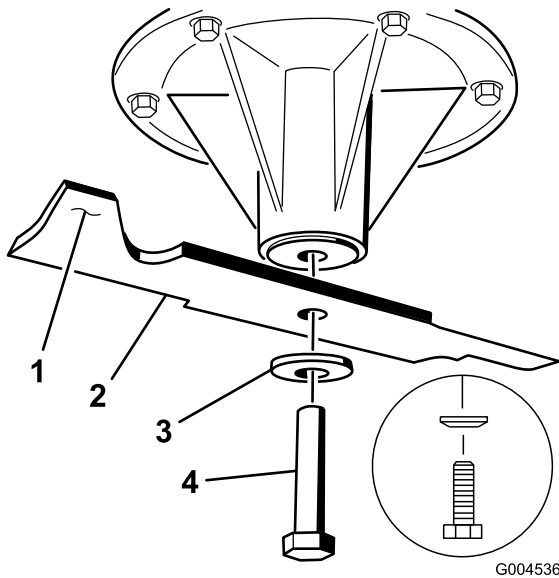

Figura 81
2. Retire del eje el perno de la cuchilla, la arandela curva y la cuchilla (Figura 81).
3. Si la cuchilla no está equilibrada, rebaje algo el metal en la parte de la vela solamente con una lima (Figura 81).